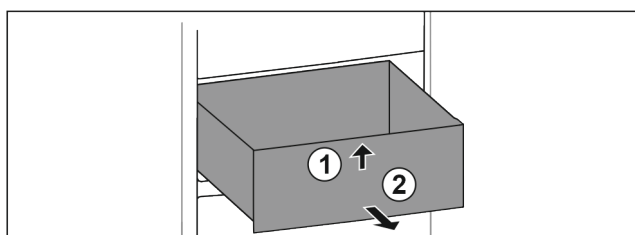

Fig. 138
- Sollevare il cassetto dal davanti. Fig. 138 (1)
- Rimuovere il cassetto tirandolo in avanti. Fig. 138 (2)